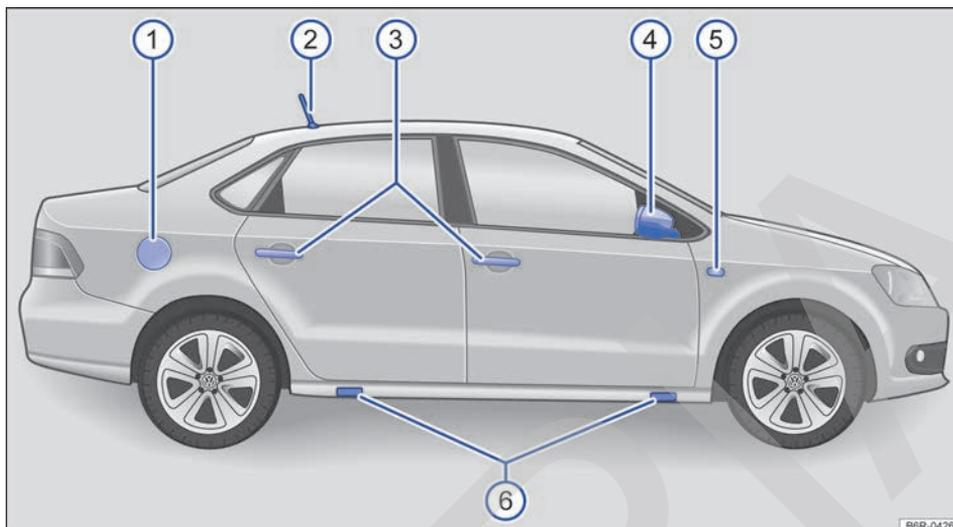

Fig. 35 Cuadro general del lado derecho del vehículo.
Leyenda de la fig. 35:
¹⁾ En función del vehículo puede encontrarse también en el retrovisor exterior → fig. 35 ④.